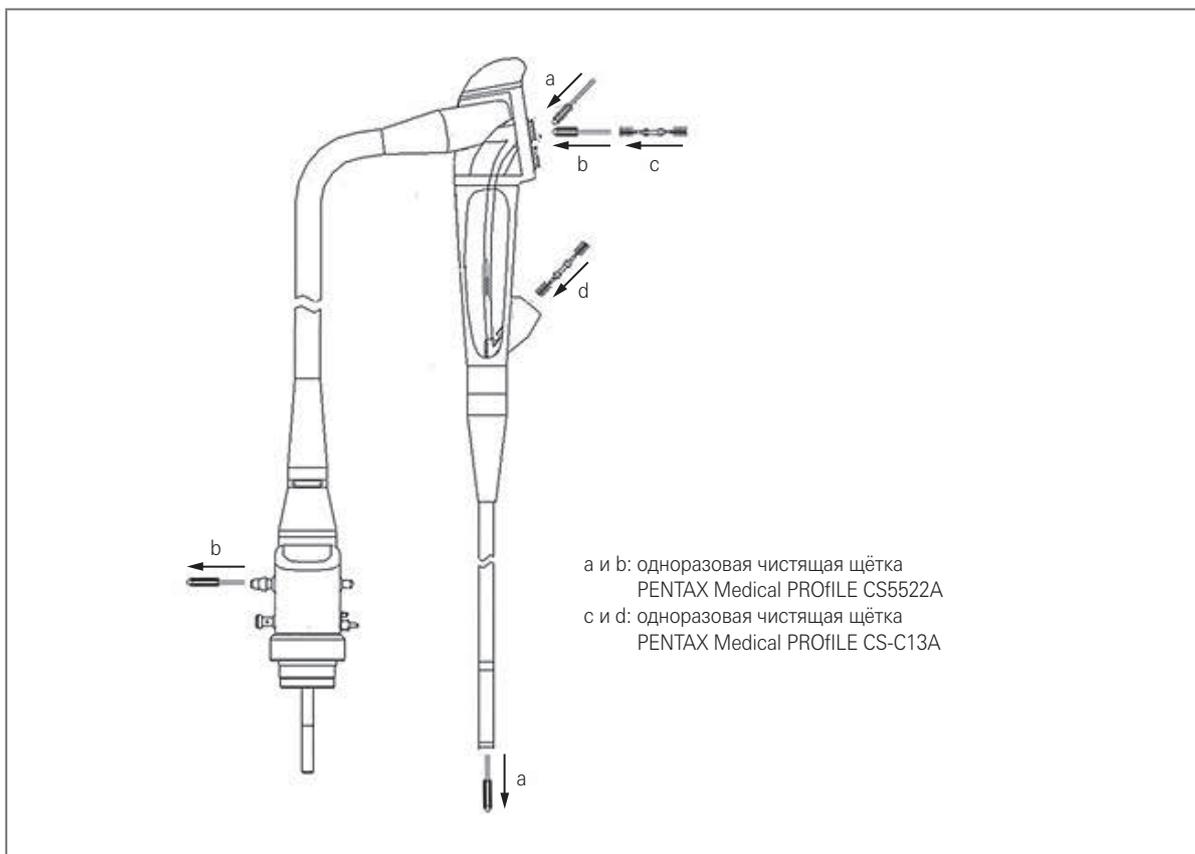

Рис. 5.2
3. Выполните указанные ниже шаги для очистки щёткой аспирационного канала, аспирационного цилиндра, порта инструментального канала, клапана воздуха/воды, клапана аспирации и клапана для биопсии (как показано на рис. 5.2):